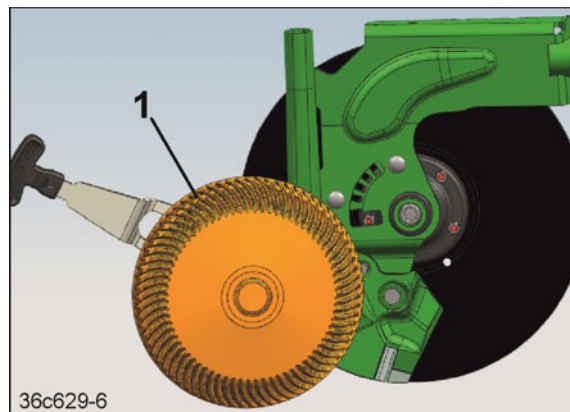

Fig. 307
1. Îndepărtați discul/rola de ghidare în adâncime (Fig. 307/1).
9. Montați discul/rola de ghidare în adâncime (Fig. 307/1) și aduceți-le în poziția dorită.